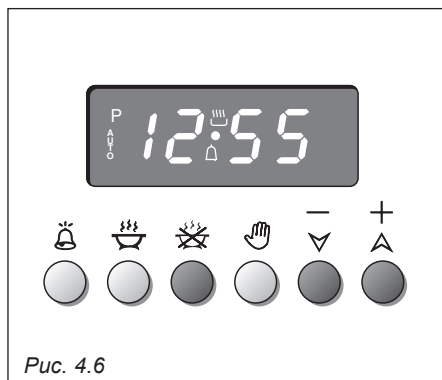

Рис. 4.6
2. Для установки времени окончания приготовления нажмите на кнопку  (появится время приготовления, уже прибавленное к времени на часах) и кнопки  (+) (Рис. 4.6).